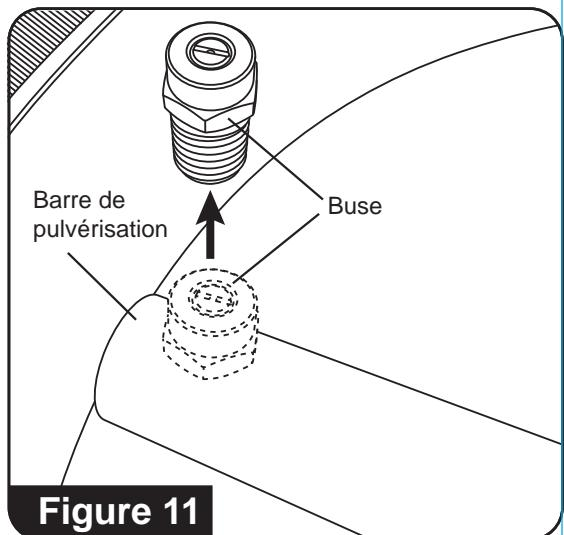

Figure 11
3. À l'aide d'une clé de 14 mm (non incluse), retirez les deux buses de la barre de pulvérisation (**consultez la figure 11**).